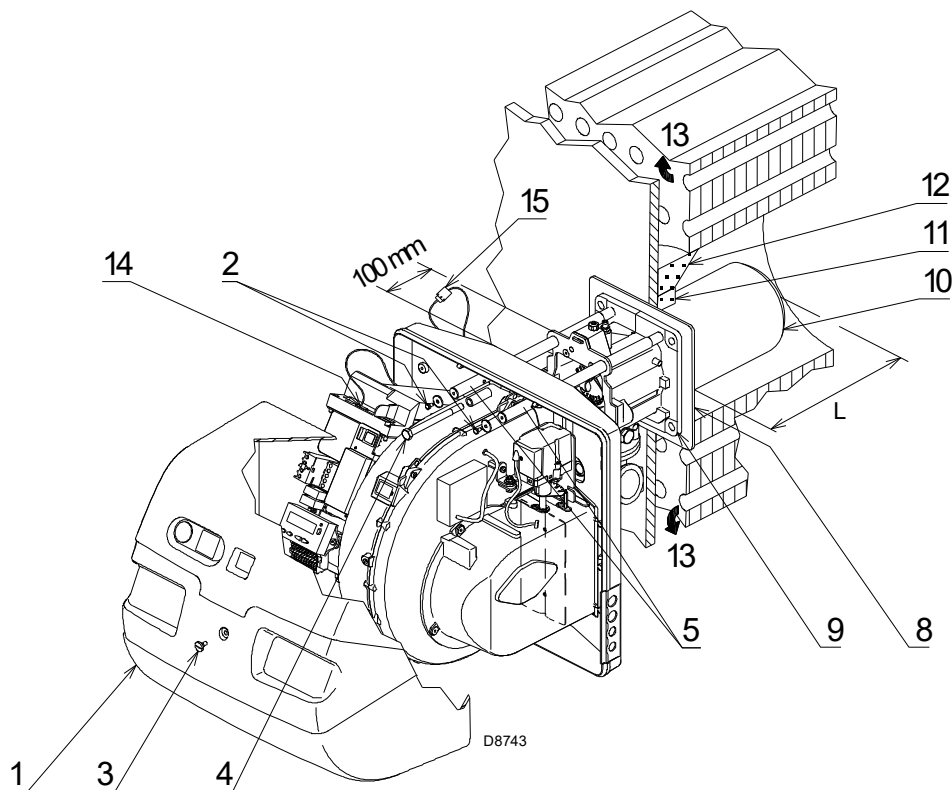

Fig. 16
Pour les chaudières avec circulation de fumées sur l'avant 13)(Fig. 16 à la page 22), réaliser une protection en matériau réfractaire 11), entre réfractaire chaudière 12) et buse 10).
Séparer ensuite la tête de combustion du reste du brûleur, comme dans la Fig. 16; procéder comme suit:
- remonter le brûleur sur les glissières 3) à 100 mm environ du manchon 4) - brûleur dans la position illustrée dans la Fig. 16 à la page 22;
- brancher la fiche du servomoteur 14)(Fig. 16 à la page 22) et visser le passe-câble 15);